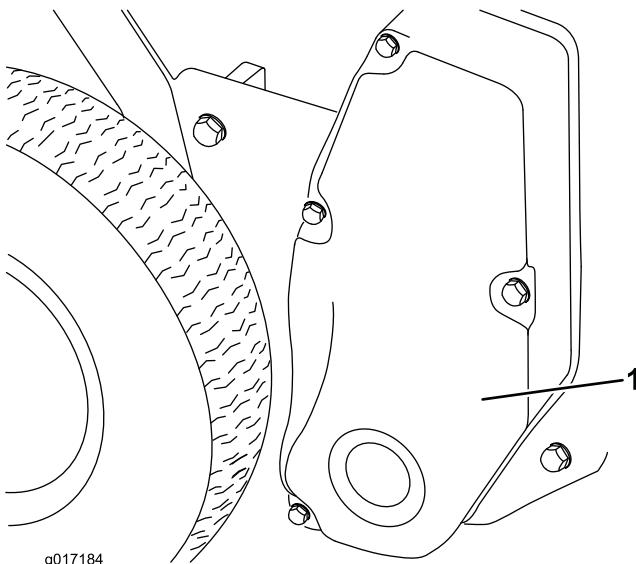

Figure 7
16. Retirez les (4) vis d' assemblage fixant le couvercle de l' entraînement du cylindre à la plaque latérale droite et enlevez le couvercle (Figure 7).